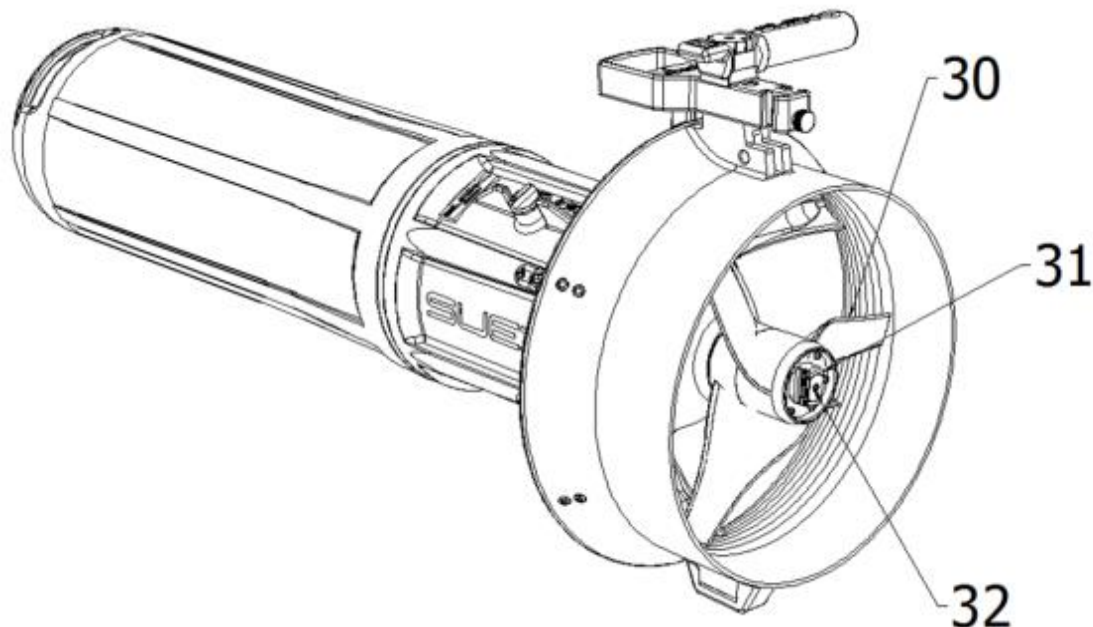

Fig.8
Afferrare l'elica per una pala (30 - Fig. 8) e svitare il pomello (31), girando in senso ANTIORARIO fino alla completa estrazione dell'elica.